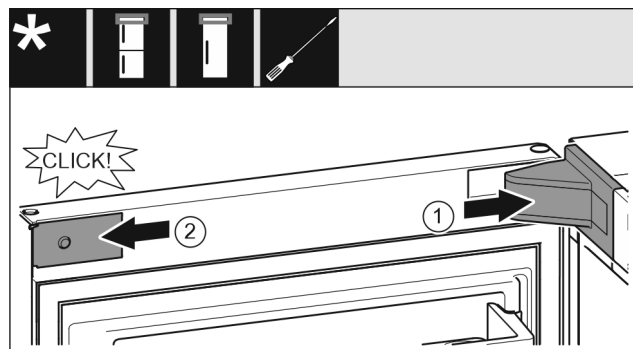

Fig. 22
- Coloque la cubierta del soporte del cojinete Fig. 22 (1) y encájela en su sitio, separándola con cuidado si es necesario.
- Coloque la tapa ciega Fig. 22 (2) lateralmente y encájela.